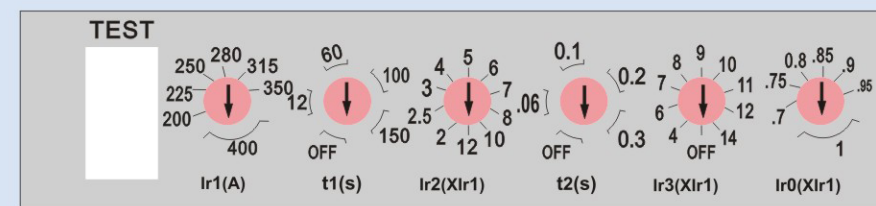
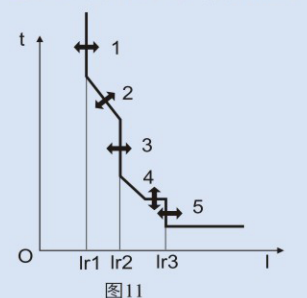

图10
图11
7.5、HSM2E-400, In=400A电子式脱扣器见图10、图11